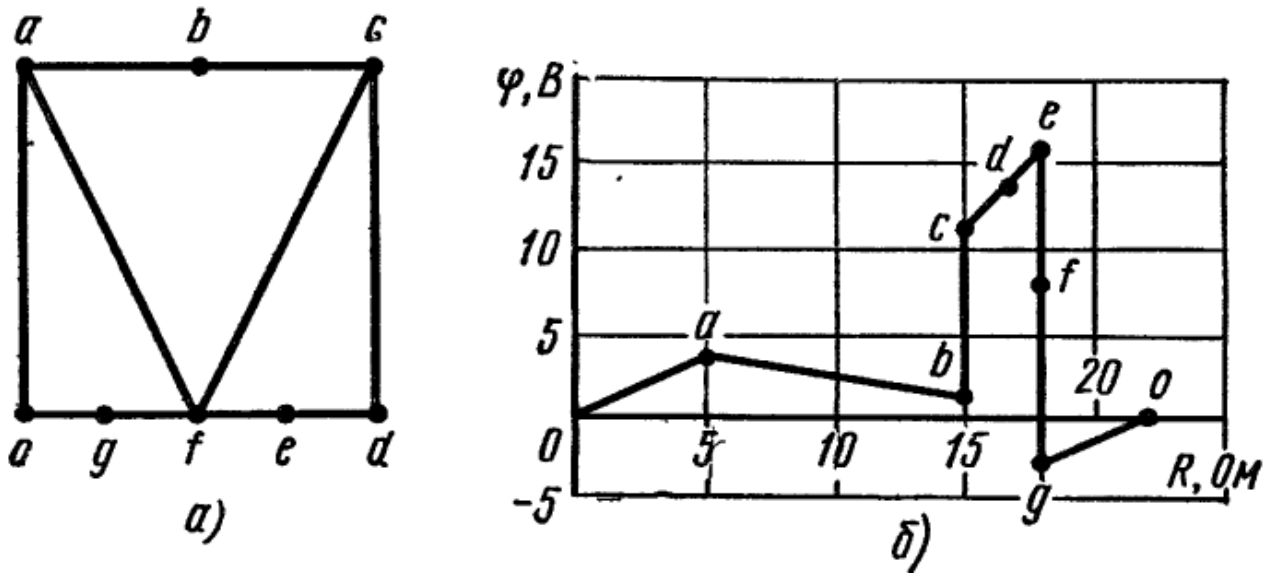

Рис.4.11
**ЗАДАЧА 4.12** На рис. 4.11, б изображена потенциальная диаграмма вдоль контура abcdefgo скелетной схемы рис. 4.11, а. Известно, что в ветвях af и cf включены резисторы. Определить значение и направление тока в каждой ветви, а также значения элементов схемы на всех участках. Потенциалы точек схемы:  $\varphi_a = 3,175\text{В}$ ;  $\varphi_b = 0,975\text{В}$ ;  $\varphi_c = 10,975\text{В}$ ;  $\varphi_e = 15,53\text{В}$ ;  $\varphi_f = 7,53\text{В}$ ;  $\varphi_g = 2,47\text{В}$ .